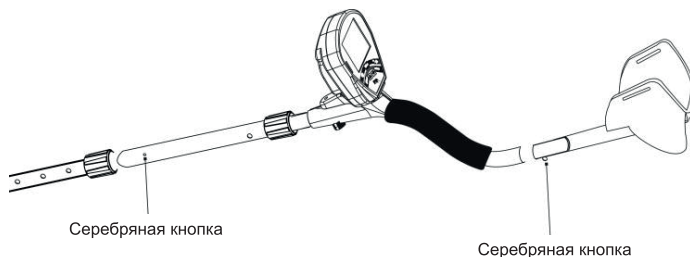

Рис.4
3. Ослабьте стопорную гайку на другом конце средней штанги. Нажмите на серебристую кнопку на верхней штанге и вставьте ее в другой конец средней штанги (см. рис. 4).